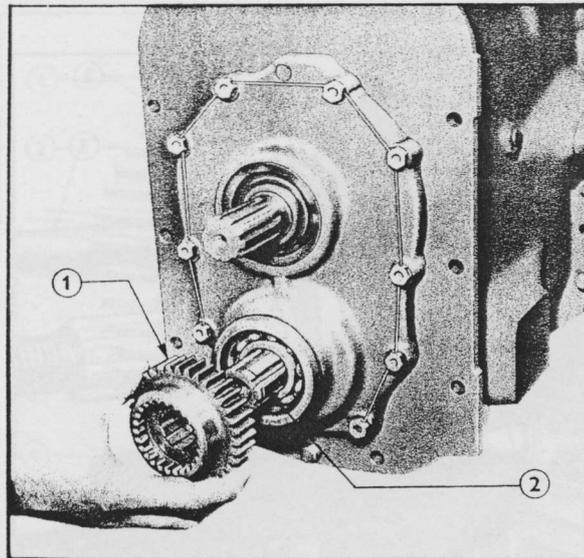

Fig. 16 = Repose de Pignon menant de Pompe hydraulique
8. Reposer le pignon menant de pompe hydraulique (voir Fig. 16) et son circlip.